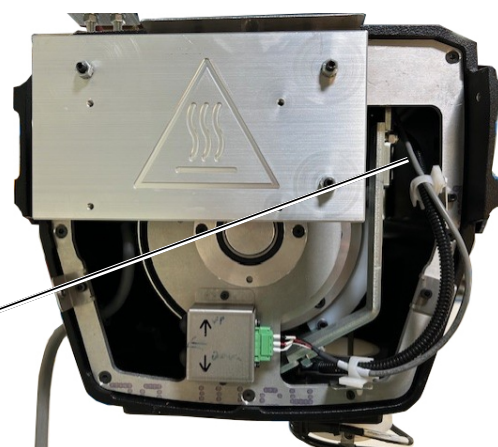

Abbildung 7-3. Endschalter und Zylinderkopfschraube mit Innensechskant.
7. Beachten Sie den **unteren Endschalter** wie in **Abbildung 7-3** dargestellt.
8. Siehe **Abbildung 7-3**. Verwenden Sie einen langen Schraubendreher oder einen Innensechskantschlüssel und suchen Sie die federbelastete obere **Zylinderkopfschraube mit Innensechskant** unter dem **unteren Endschalter**. Drücken Sie die Schraube mit der rechten Hand hinein, bis sie sich nicht weiter bewegen lässt. Drücken Sie darauf (**Abbildung 7-3**).